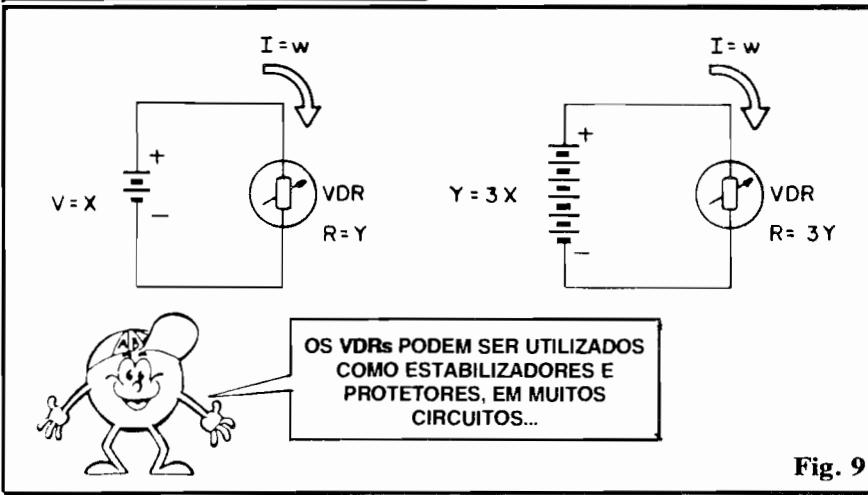

Fig. 9
- **FIG. 9 -** Graças a essa especial habilidade de controlar automaticamente "assuntos internos", e também porque um VDR apresenta reação bem mais rápida do que a mostrada pelos "outros" Resistores Dependentes (LDR, TERMÍSTOR...), o componente é muito utilizado em aplicações de **PROTEÇÃO** a outros componentes ou a blocos circuitais... Sempre que exista a possibilidade de sobre-